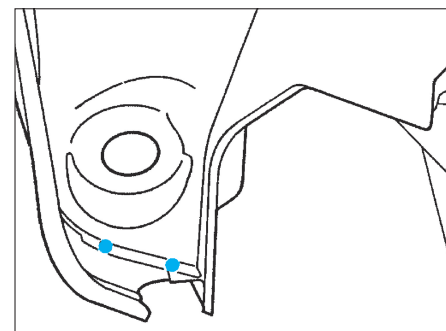

FIG. 121
- par points électriques (avec l'équipement AB1) (Fig.121),